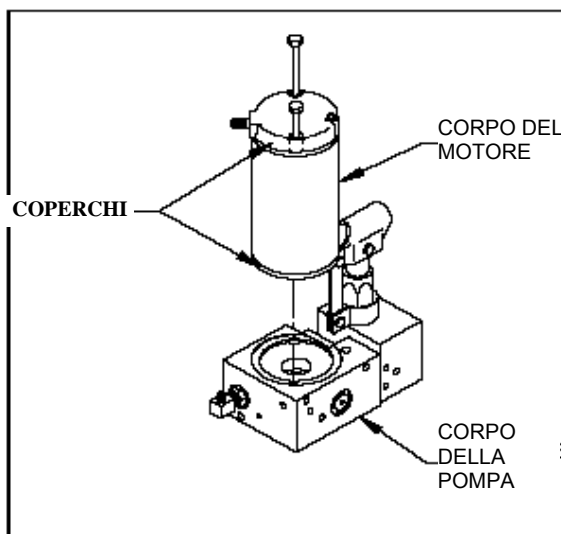

FIGURA 4-23: ORIENTAMENTO DEL MOTORE DELLA POMPA
- 3) Consultare la **Figura 4-23**. Scollegare il collegamento elettrico della pompa.
- 2) **Consultare la Figura 4-23**. Posizionare il gruppo motore della pompa sul corpo di quest'ultima (senza staccare l'assemblaggio dal motore):